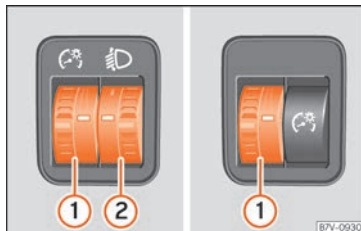

Fig. 145 Accanto al volante: regolazione dell'illuminazione degli strumenti e dei comandi ① e dell'assetto dei fari ②
① Illuminazione degli strumenti e dei comandi
Quando le luci sono accese è possibile regolare l'intensità di illuminazione degli strumenti e degli interruttori servendosi della rotella zigrinata » **fig. 145 ①**.
② Regolazione dell'assetto dei fari
La regolazione della profondità dei fari » **fig. 145 ②** viene modificata in base al valore del cono di luce emesso, secondo le condizioni di carico del veicolo. In questo modo il conducente gode della miglior visibilità possibile e non abbaglia coloro che circolano in direzione opposta » .
Per regolare, ruotare la rotella zigrinata » **fig. 145 ②**: